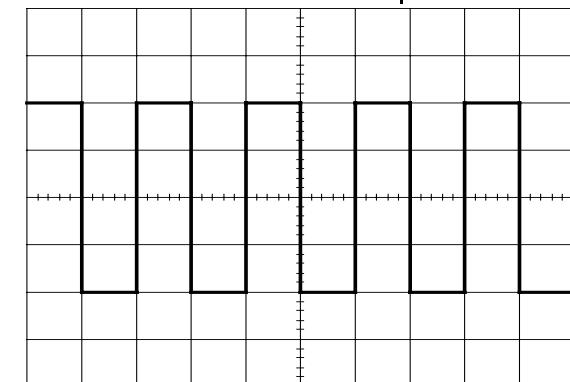

Figure 4-3
- 5) Régler le commutateur AC-DC-GND ... la position AC. Une forme d'onde, illustrée ... la figure 4-3, apparaît sur l'écran cathodique.
- 8) Régler les commandes POSITION ΔV et POSITION $\Delta \Delta$ aux positions appropriées, afin que la forme d'onde affichée soit alignée avec le réticule et que la tension (V p-p) et que la période (T) puissent être lues commodément. Ce qui précède constitue les procédures de fonctionnement de base de l'oscilloscope. Les procédures ci-dessus sont pour le fonctionnement ... canal simple avec CH1. Le fonctionnement ... canal simple avec CH2 peut également se faire de la même manière.